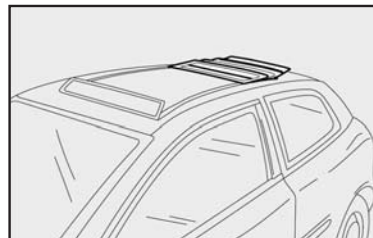

fig. 88
- **Quinto estágio do botão:** movimentação da segunda lâmina para a parte traseira por um curso igual à largura desta; a persiana desliza simultaneamente na segunda lâmina permanecendo na linha desta; obtém-se a abertura completa do vão com a persiana que, pelo lado interno do veículo, cobre 4 lâminas como ilustrado na **fig. 88**.